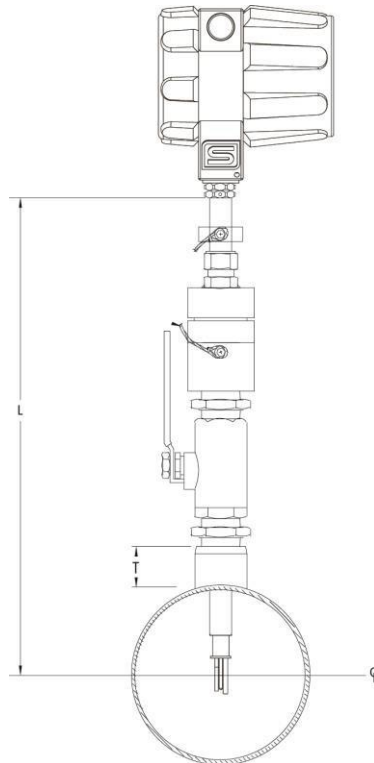
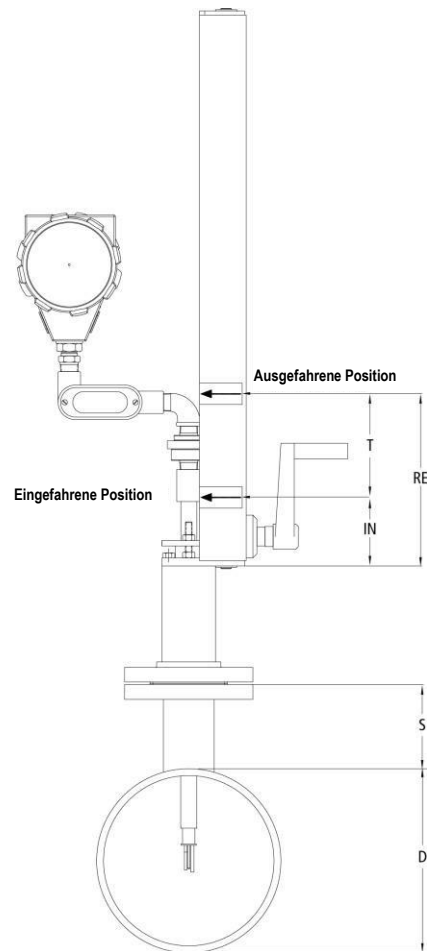

Abb. 2-2: Montage mit Niederdruck Armatur
Abb. 2-3. Montage mit Hochdruck Armatur
2. Berechnen Sie die Sensoreintauchtiefe nach Abbildung 2-2 für Niederdruck Hot-Tap Ausführungen bzw. nach Abb. 2-3 für Hochdruck Hot-Tap Ausführungen.